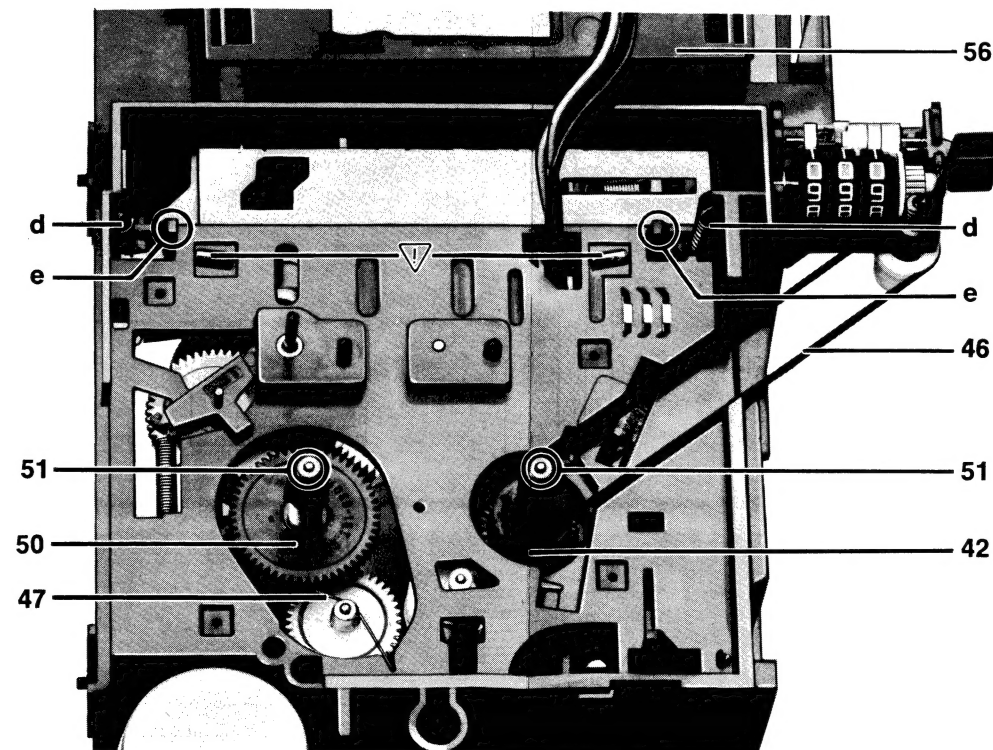

Bild 10
- Auf Walzenlager **59** achten ▽ [Bild 10].